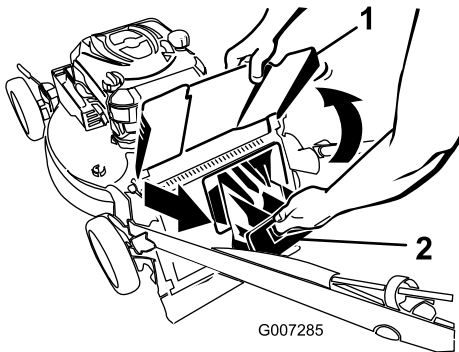

Figura 24
2. Levante y sujete la puerta trasera (Figura 24).
3. Saque el tapón trasero (Figura 24).